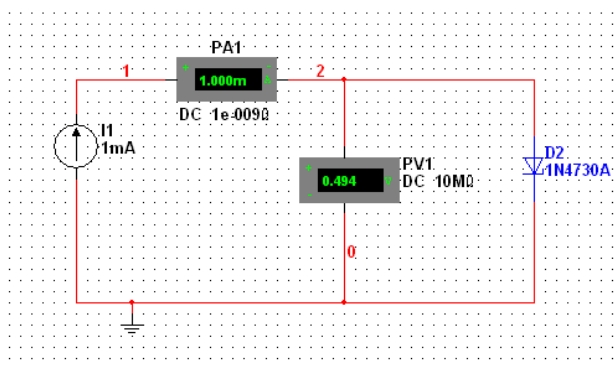

Рис. 19. Схема исследования прямой ветки стабилитрона
2. Собрать схему для исследования прямой ветви стабилитрона (рис. 19).